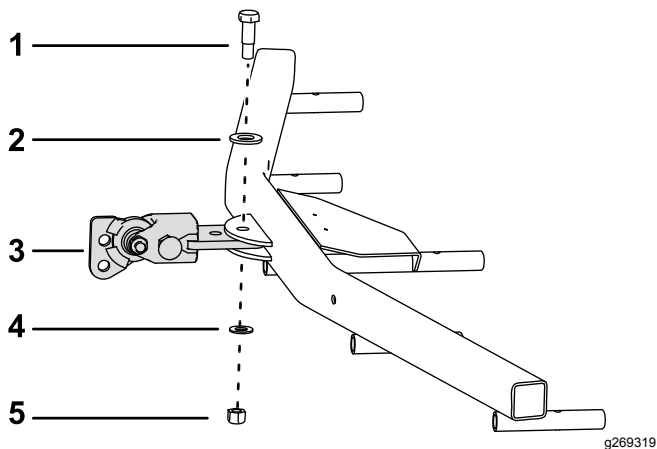

図7
1. 図7のように、スプリングレーキにボールヒッチアセンブリを取り付ける。